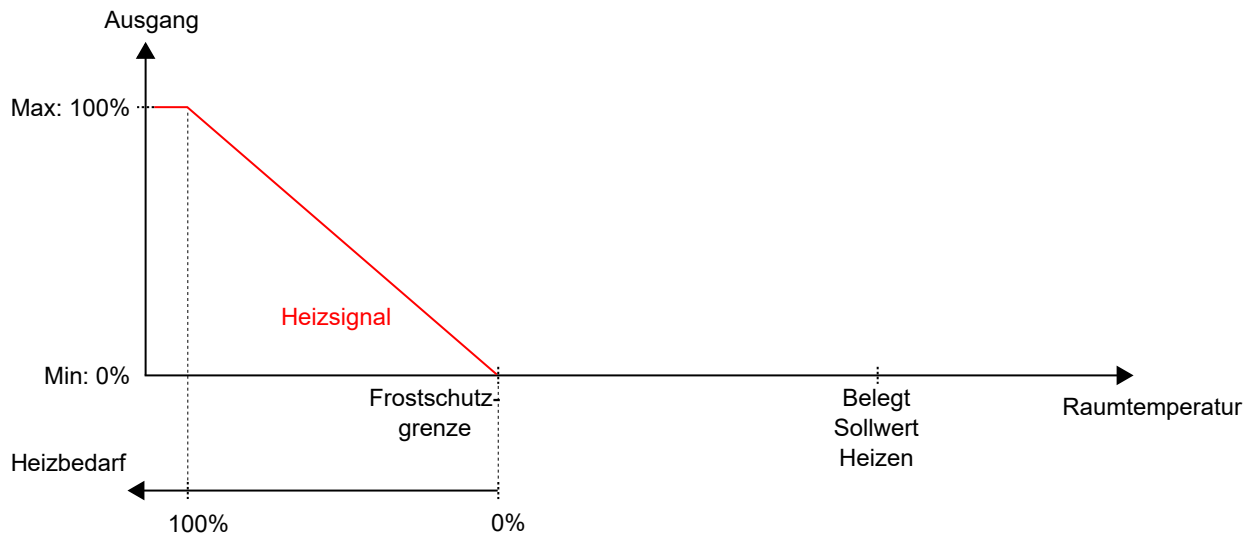

Bild 2-19 Regelverhalten für den Reglerstatus -Aus-.
*Bild 2-19* zeigt das Regelverhalten, wenn keine Ober- oder Untergrenzen für das Ausgangssignal eingestellt sind.